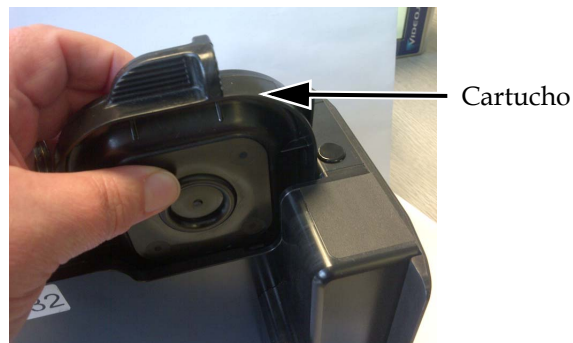

Figura 6-21: Inserción del cartucho en el cabezal
- 1 Introduzca el cartucho en el cabezal (consulte Figura 6-21).